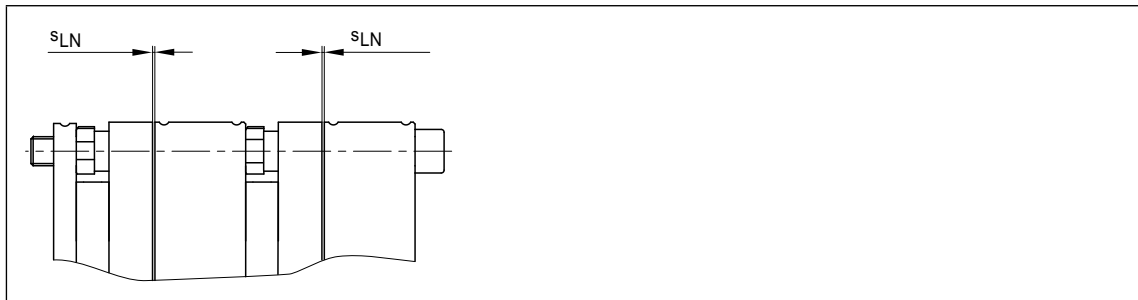
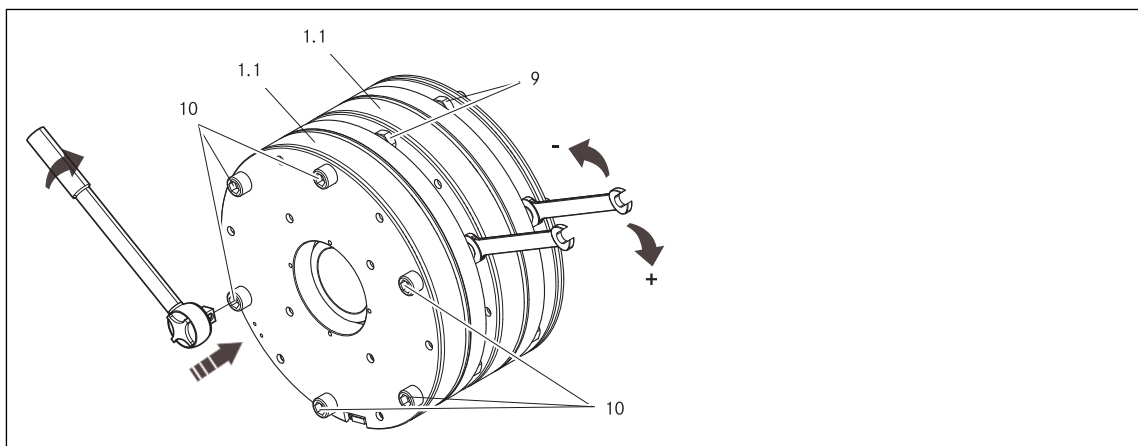

Abb. 11 Luftspalt prüfen
Abb. 12 Luftspalt einstellen bei der Erstinstallation
12. Luftspalt mittels Fühlerlehre prüfen und ggf. korrigieren ($s_{LN} = 0.4 + 0.05 \text{ mm}$), gemäß der Abb. 11 und Abb. 12.